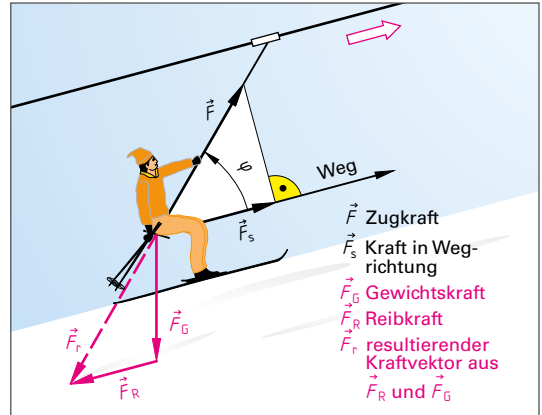

Bild 1: Kräfte bei einem Schlepplift
Darstellung von Kräften. Die Kraft ist ein Vektor, der durch den Pfeil \vec{F} (sprich: Vektor F) dargestellt wird (**Bild 1**). Die Länge des Pfeils gibt $|\vec{F}| = F$ (sprich: Betrag des Vektors F) an, die Pfeilrichtung gibt die Wirkungsrichtung. Bei der Addition hängt man die Kraftvektoren unter Berücksichtigung ihrer Richtung aneinander.
Die Einheit der Arbeit ist das Newtonmeter (Nm) mit dem besonderen Einheitenamen Joule¹ (J). Liegen Kraft und Weg nicht auf derselben Geraden, so wird zur Berechnung der Arbeit nur die Teilkraft in Wegrichtung berücksichtigt (**Bild 1**).